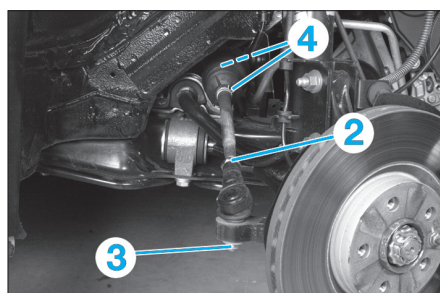

Fig. 9
- Débloquer le contre-écrou (2) de biellette de direction (Fig.9).